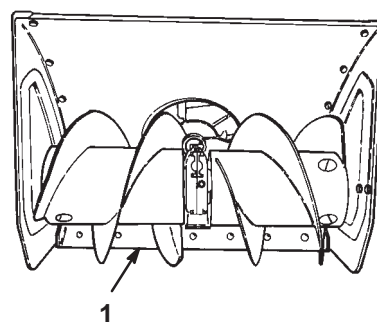

Figure 9
2. Placez la déneigeuse sur une surface plane et horizontale et vérifiez si la lame racleuse (Fig. 9) est bien parallèle au sol. Si ce n'est pas le cas, ajustez la position de la lame racleuse, comme expliqué à la rubrique Réglage des patins et de la lame racleuse, page 23.